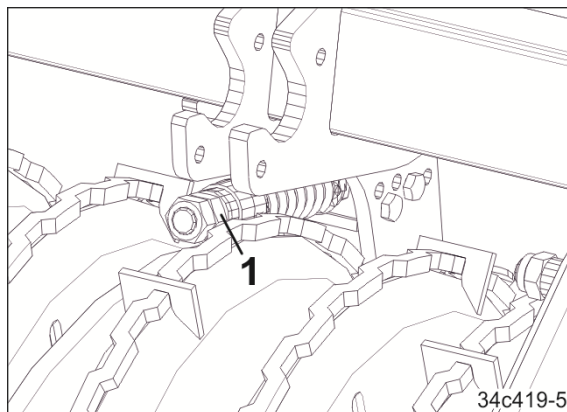

図 97
2. ブレード終端が再びローラーの縁と重なるまで、スプリングアセンブリの六角ナット (図 97/1) を回します。六角ナットを止めナットで固定します。